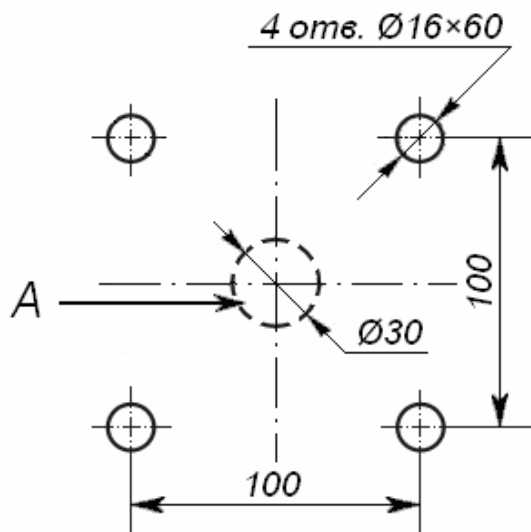

Рисунок 5 Схема разметки для установки картоприемника:
5. Снимите с картоприемника заднюю стенку (4) и выньте контейнер (6)
6. Положите картоприемник на установочную поверхность стенкой (5) вниз таким образом, чтобы его основание (2) находилось рядом с зоной А (см. рисунок 5).